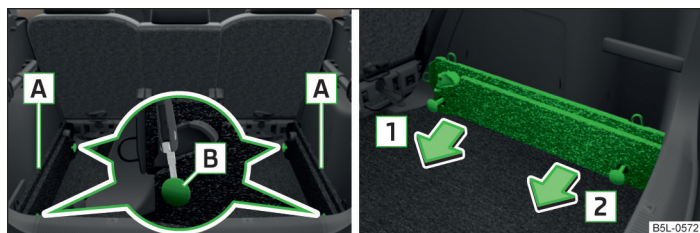

Fig. 89 Soltar los puntos de retención/retirar las guías portantes
- Suelte los puntos de retención » fig. 89 en las guías portantes con la llave del vehículo o con un destornillador plano.
- Presione los dos puntos de fijación » fig. 89 en cada guía portante hasta el tope.